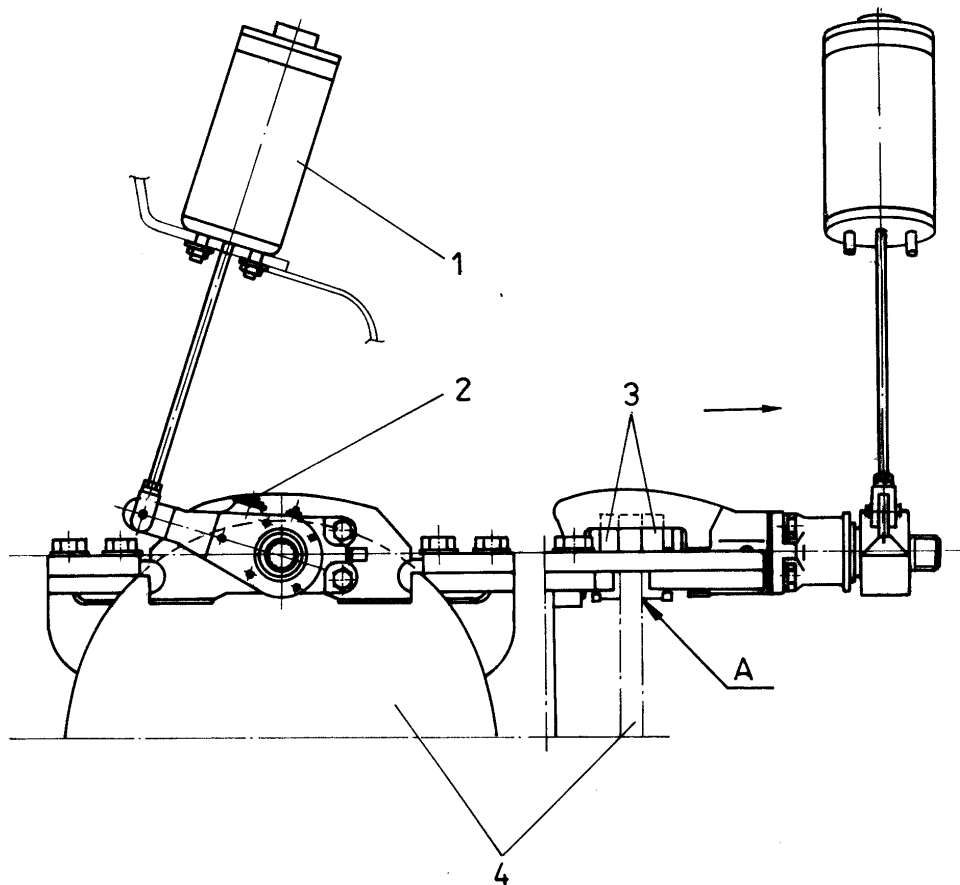

Рис. 5.19. Тормоз стояночный.
3. При освобожденном (выключенном) стояночном тормозе, с помощью червячного регулятора установить зазор между тормозным диском и накладками тормозных колодок так, чтобы в сумме этот зазор был равен от 0.5 до 0.75 [мм]. Измерение зазора следует производить в середине внутренней дуги тормозной накладки, в точке "А" (смотри Рис. 5.19). Перед измерением зазора необходимо сместить суппорт тормоза в направлении, показанном на рисунке 5.19 стрелкой, настолько, насколько это только возможно.